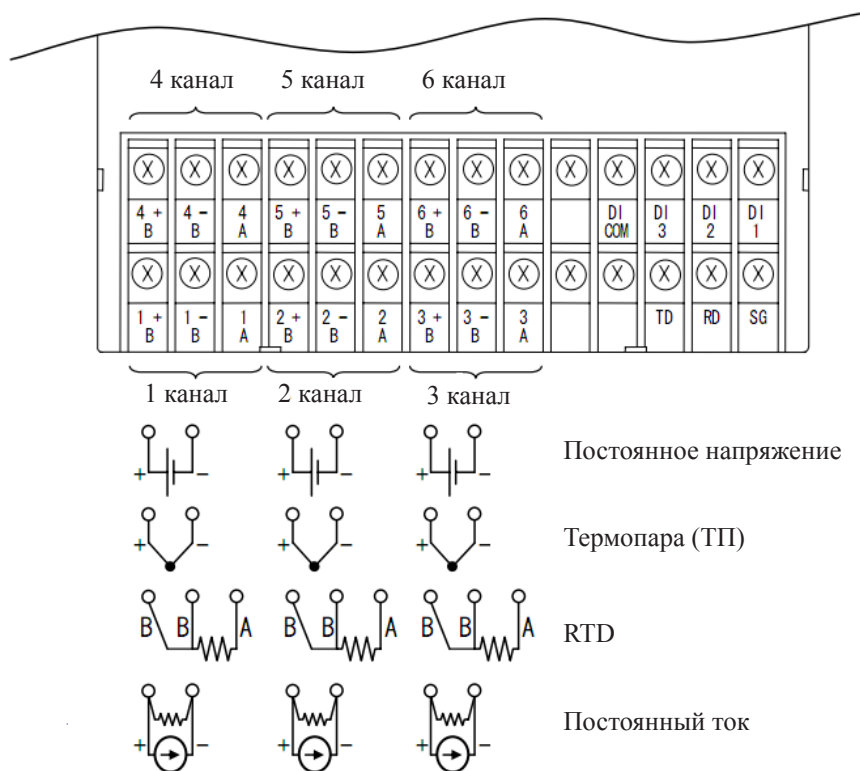

Рис. 4.3. Подключение входов
2. Подключите провода согласно рис. 4.3, 4.4, 4.5.
① Вход мВ, В
② Вход ТП